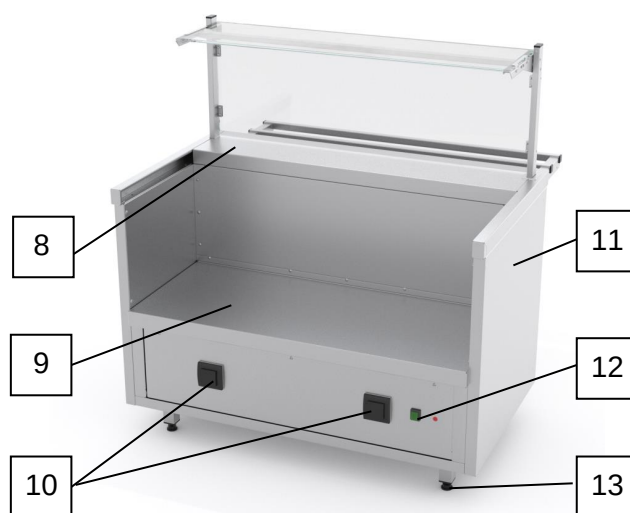

Рисунок 2. Вид прилавка со стороны продавца
Для включения подсветки следует включить переключатель (12) (см. рис.2). При включении загорается подсветка кнопки переключателя.